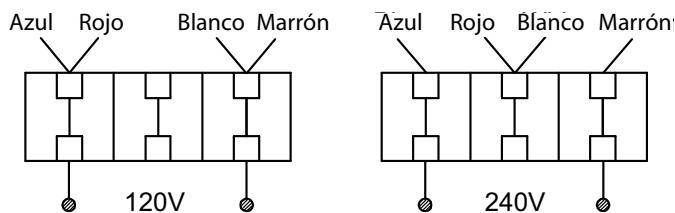

Figura 6 - Diagrama de Cableado.
- El motor y los cables están instalados como mostrado en diagrama de cableado (Figura 6). El motor está montado con cordón de 3 conductores aprobado para usar a 120/240 volts. El motor está pre-cableados en fábrica para 120 volts.